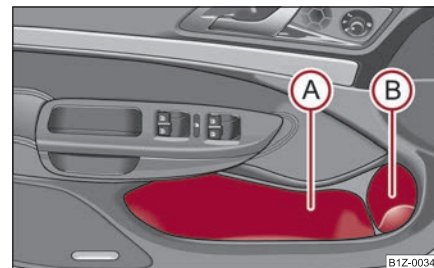

Fig. 123 Compartimento guardaobjetos en las puertas delanteras
A fin de no menoscabar el radio de acción del airbag lateral, utilice la zona (A) ⇒ fig. 123 del portaobjetos sólo para depositar en ella objetos que no sobresalgan. ■